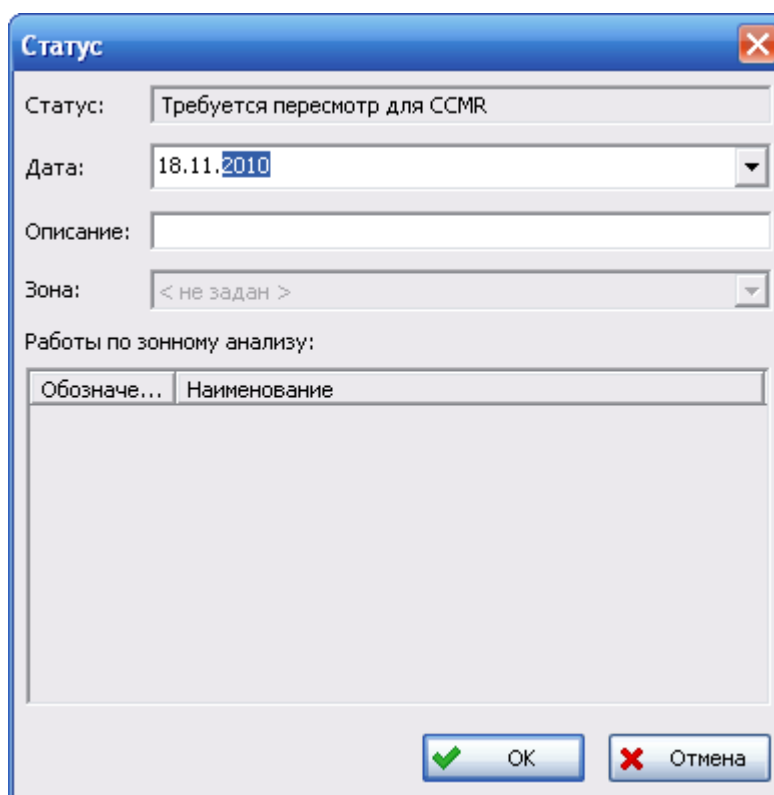

Рис. 3-121
- В появившемся окне **Статус** при необходимости отредактируйте дату и нажмите на кнопку **ОК** (рис. 3-121).